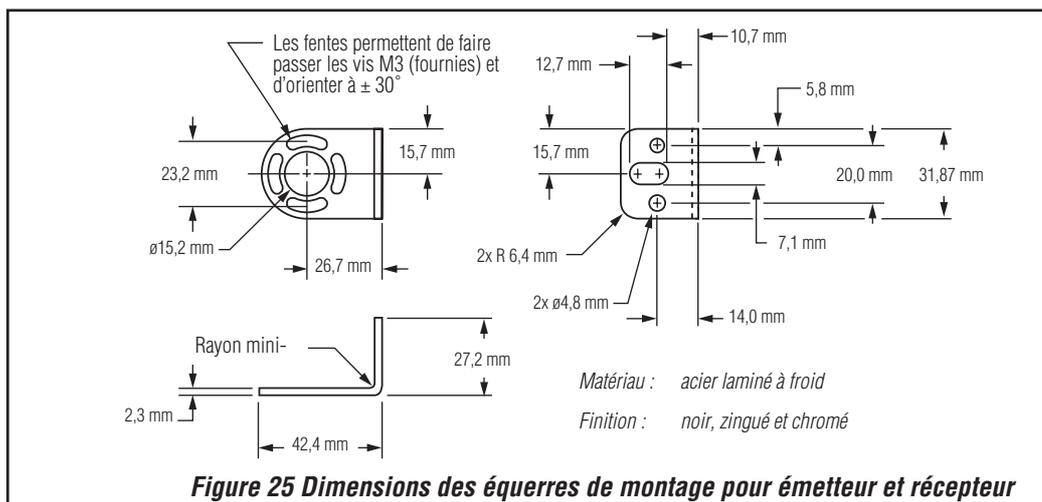
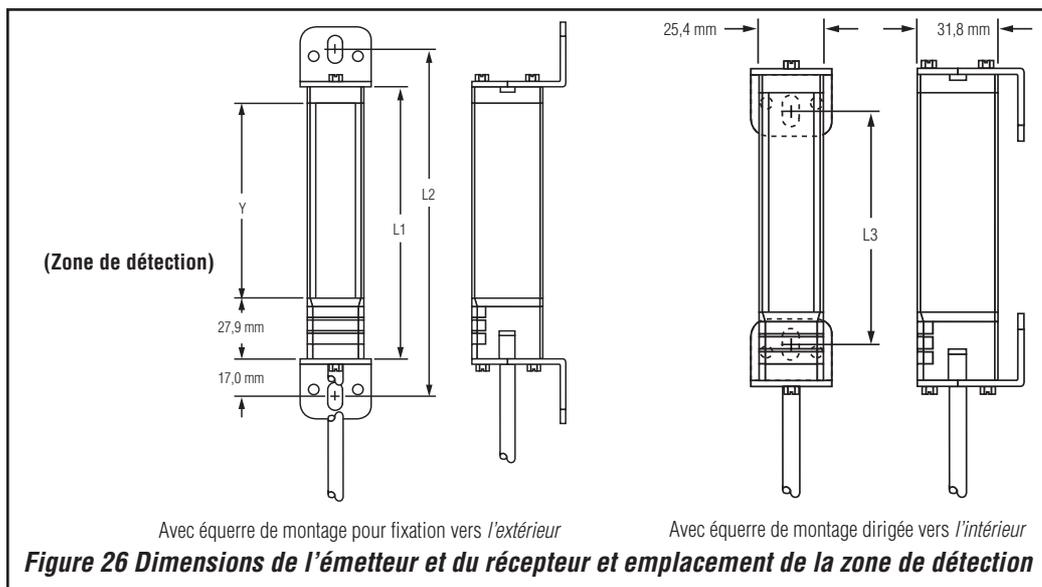

Figure 25 Dimensions des équerres de montage pour émetteur et récepteur
Figure 26 Dimensions de l'émetteur et du récepteur et emplacement de la zone de détection
Les dimensions des équerres de montage et des émetteurs récepteurs sont indiquées Figure 24 page 27, Figure 25 page 28 et Tableau 9 de la page 29.
- Les équerres centrales doivent être utilisées avec les barrières les plus longues afin d'assurer la stabilité du système (les dimensions détaillées sont indiquées dans la Figure 25 page 28). Les barrières de 1016 à 1219 mm sont fournis avec une équerre centrale, à installer au milieu de la barrière. Les barrières de 1422 à 1829 mm sont fournis avec deux équerres centrales, à installer au tiers de la longueur, en partant des extrémités. Les équerres de montage peuvent être montées vers l'intérieur ou vers l'extérieur (voir Figure 26 page 28). Les étapes suivantes sont illustrées à la Figure 24 page 27.